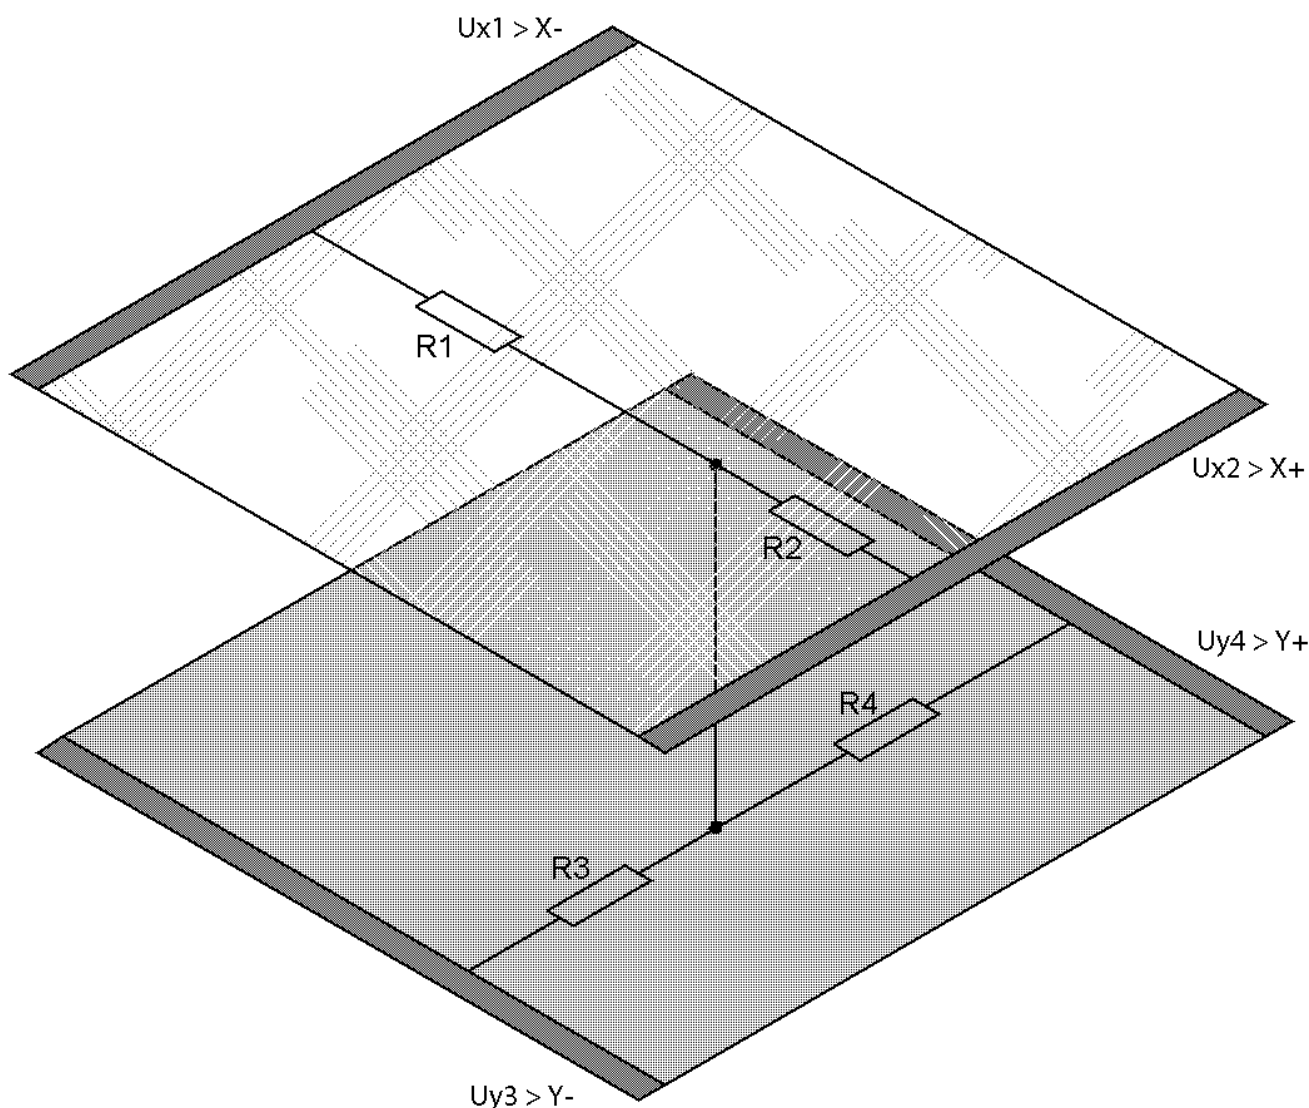

Рисунок 1
1. На верхний электрод (U_{y4} рис. 1) подаётся напряжение +5В, нижний (U_{y3} рис. 1) заземляется. С левого и правого электрода (U_{x1} , U_{x2} рис. 1) снимают показания напряжения. Это напряжение соответствует Y -координате.
2. Аналогично, на левый и правый электрод (U_{x1} , U_{x2} рис. 1) подаётся +5В и «земля», с верхнего и нижнего (U_{y4} , U_{y3} рис. 1) считывается X -координата.